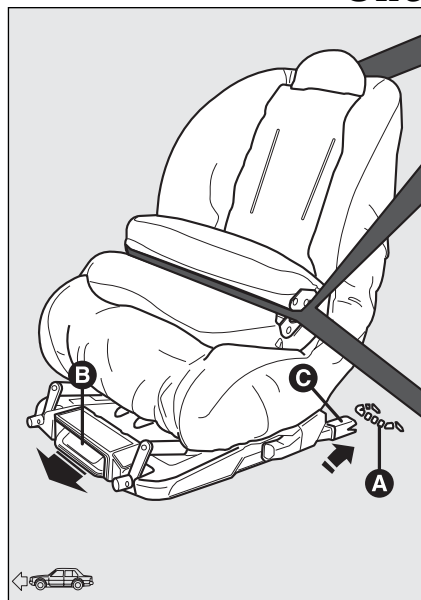

fig. 17
- ☐ asegúrese de que la palanca de desenlace **B-fig. 17** esté en la posición de reposo (hacia el interior);